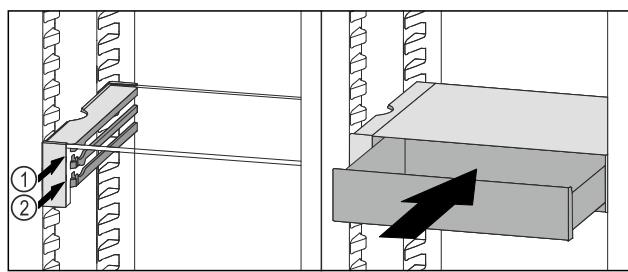

Fig. 102
- VarioSafe-Schubfach hinter den Stopfern auf gewünschter Rippe Fig. 102 (1) oder Fig. 102 (2) aufsetzen.